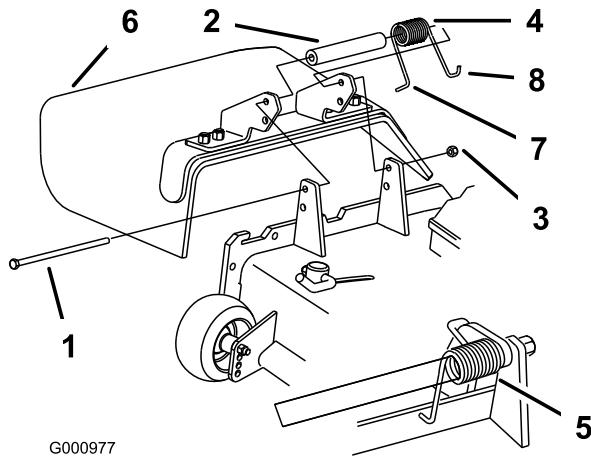

Figura 89
Nota: Certifique-se de que a extremidade em L da mola está montada por trás da extremidade da plataforma antes de colocar o parafuso como se mostra na Figura 89.
3. Coloque o parafuso e a porca. Coloque a extremidade em gancho J da mola em torno do defletor de relva (Figura 89).
1. Retire a porca de bloqueio, o parafuso, a mola e o espaçador que fixam o defletor aos apoios de articulação (Figura 89). Se o defletor de relva estiver danificado ou gasto, retire-o.